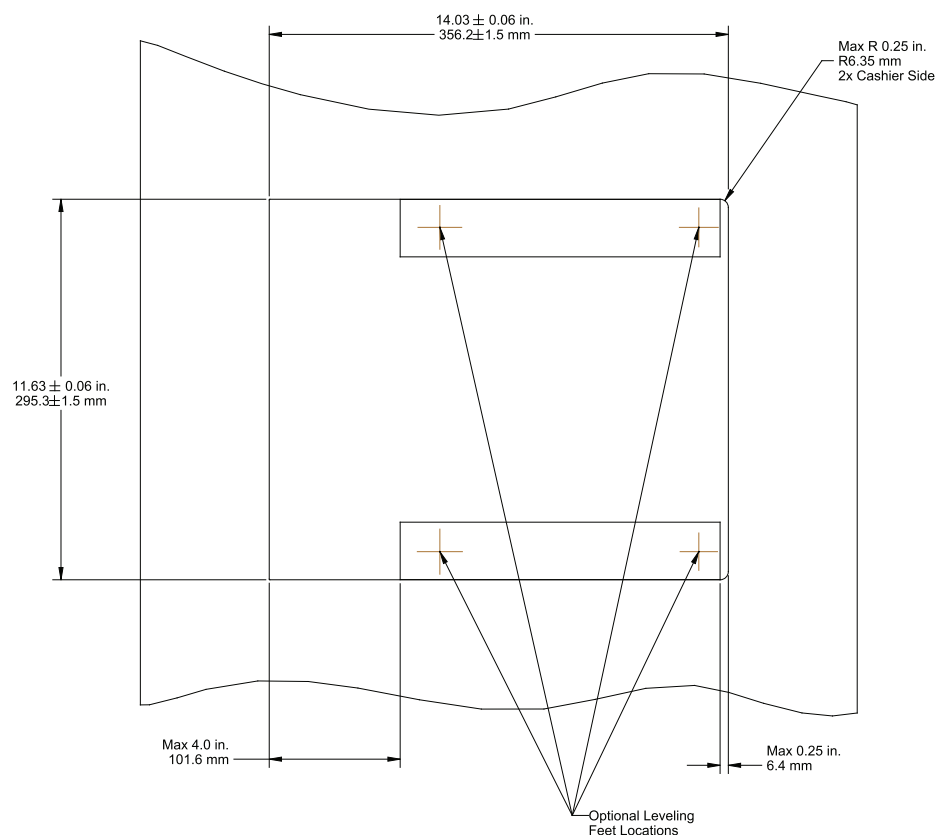
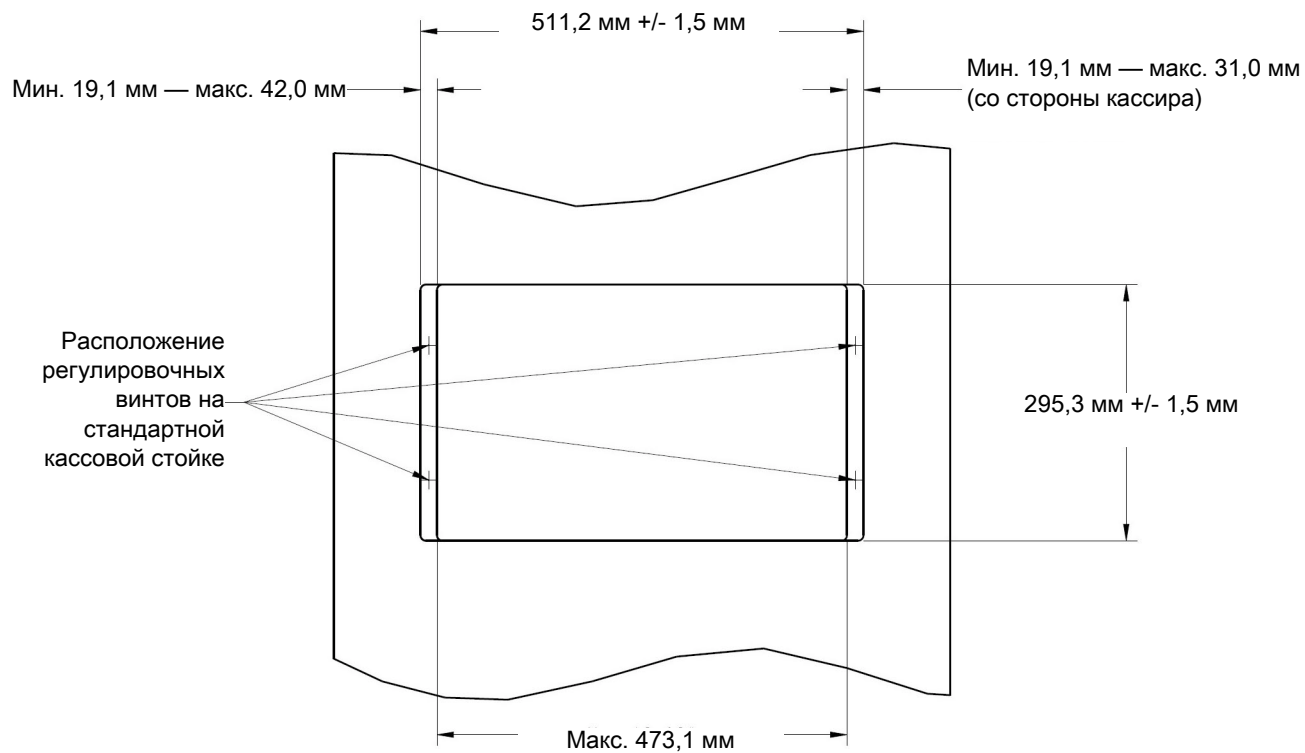

Рис. 3-10 Прорезы в кассовой стойке для короткого устройства (без весов)
Рис. 3-18 Прорезь в прилавке для длинного устройства
2. Проверьте габариты кассовой стойки, показанные на Рис. 3-10, Рис. 3-14 и Рис. 3-18 соответственно.